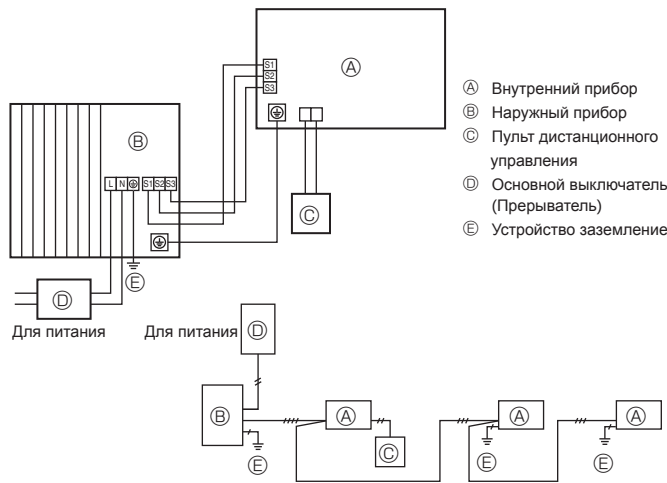
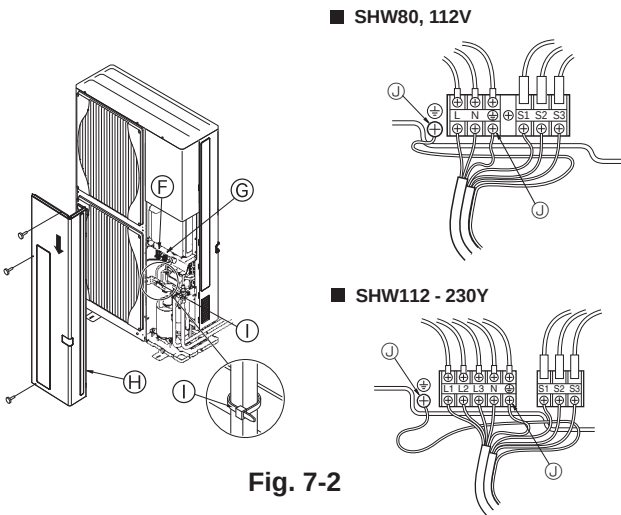

Fig. 7-1
Fig. 7-2
7.1. Наружный прибор (Fig. 7-1, Fig. 7-2)
- ① Снимите защитную панель.
- ② Подсоедините кабели, как указано на Fig. 7-1 и Fig. 7-2.